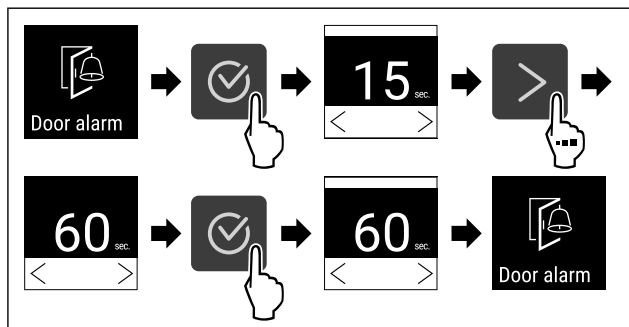

Fig. 105
- ▶ Выполните шаги действия (см. Fig. 105) .